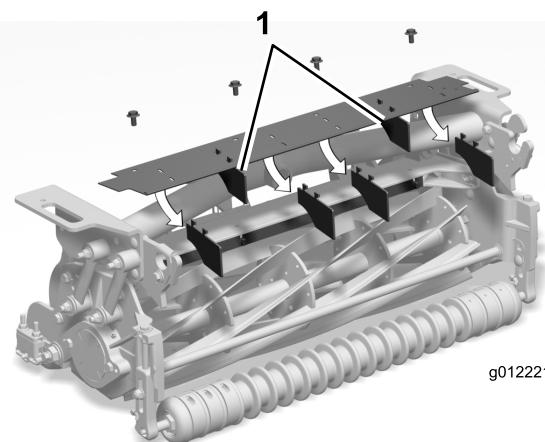

図 9
- 1. 図 9に示すように、デフレクタ2つだけを残して、中央のデフレクタ2つと、シールドの各端部のデフレクタを取り外す。